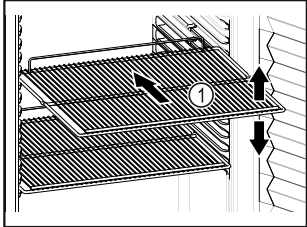

Fig. 57 Shembull ilustrues
- Nëse raftet me rrjetë Fig. 57 (1) mund të zhvendosen, atëherë përshtatini sipas lartësisë.